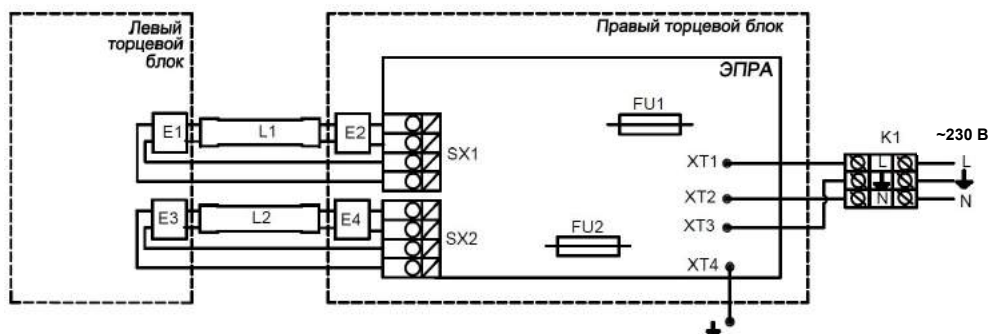

Рис.5
*Названия элементов облучателя, приведенные в данном разделе, соответствуют блок схеме (рис.5 Приложение 1).*